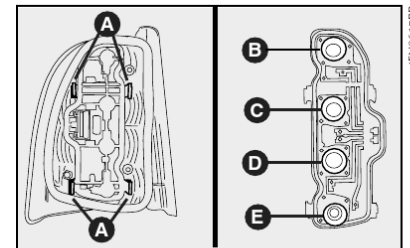

fig. 46
4) pressionar levemente as orelhas **A-fig. 46** de bloqueio do soquete e retirá-lo da lente da lanterna;